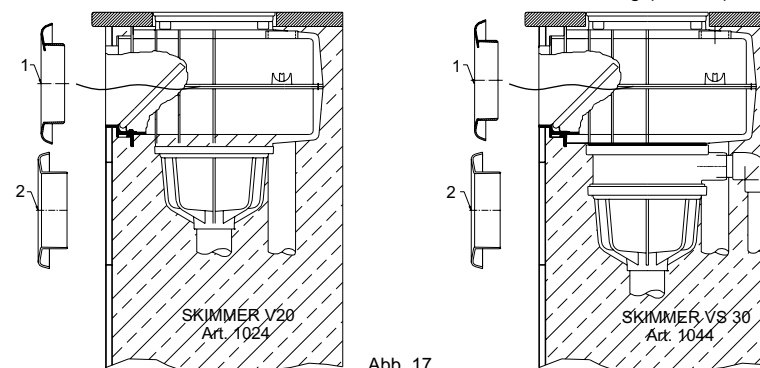

Abb. 17
3.2 Einbau der Skimmer V20 und VS30 in Betonbecken mit Fliesenauskleidung (Abb. 17)